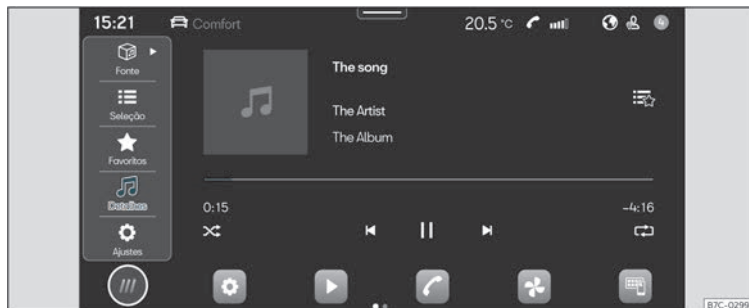

Fig. 133 Esquema: Vista Multimédia
- Pressione **HOME** > ► >>> Fig. 133.